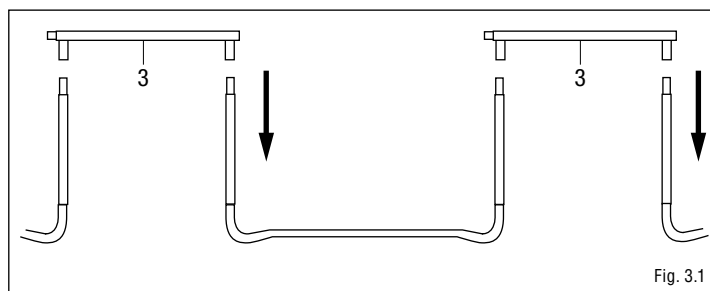

Fig. 3.1
- a) Per eseguire questa fase di montaggio si ha bisogno di un aiutante. Una persona tiene il gruppo di sostegno di cui alla fase 2 in una posizione verticale ed inserisce le gambe d'appoggio di una tubatura del telaio con gamba d'appoggio (3) su una gamba fissa del gruppo di sostegno. L'altra persona tiene ferma l'altra estremità ed inserisce il pezzo nell'altro gruppo di sostegno. A questo punto sono disponibili 2 gruppi di sostegno che vengono tenuti insieme da una tubatura superiore del telaio con gambe d'appoggio. (Fig. 3.1)